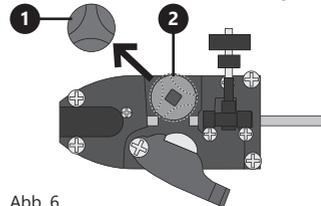

Abb. 6.
- (Siehe Abb. 6.) Um die Stärke der Nut zu ändern, befolgen Sie folgende Schritte:
- » Drehen Sie den Knopf (1) der Führungsrolle und entfernen Sie ihn.
- » Ziehen Sie die Führungsrolle (2) heraus.
- » Wählen Sie die geeignete Nutstärke und positionieren Sie die Rolle (2) so, dass die gewählte Nut näher an der Innenseite des Gerätes liegt.
- » Setzen Sie die Führungsrolle (2) auf die Spindel.
- » Den Knopf (1) der Führungsrolle einsetzen und drehen, um die Verbindung zu sichern.